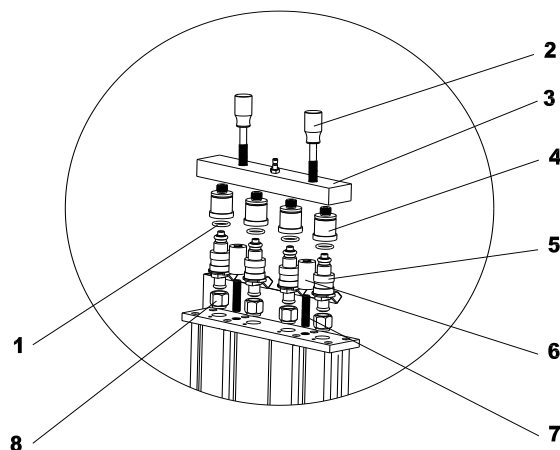

Рис. 06
- 4) Установить распределитель топлива и форсунку на подпорку топливного распределителя с помощью надлежащего регулировочного винта и рифленых гаек, а затем затянуть два рифленых болта (черные). См. Рис. 06.